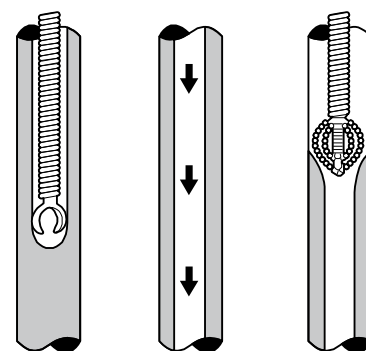

図 8
- ①パイプを傷めないために、始めにパイプ径より小さめのストレートヘッドを使用して道をつけてください。(図8)
- ②パイプ内に水を流してください。
- ③パイプ内径いっぱいのサイズのヘッド（チェーンカッタ、スパイクカッタなど）を使用してパイプ内の付着物を完全に取り除きます。